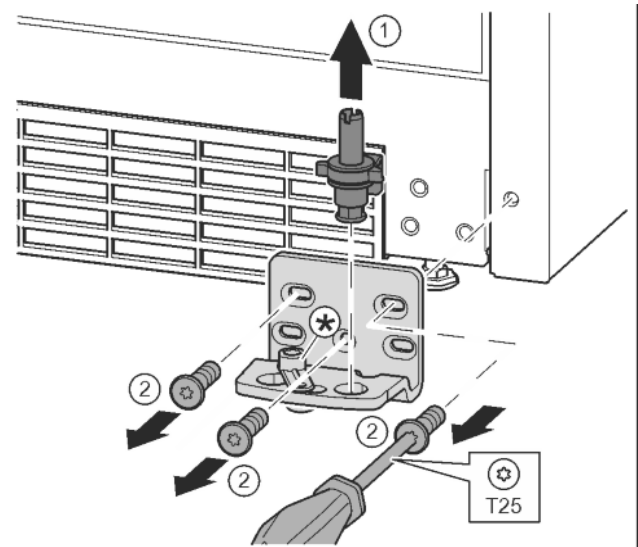

Fig. 12
- ▶ Lagerbouten compleet vanaf de bovenkant eruit trekken. Fig. 12 (1)
- ▶ Schroeven met schroevendraaier T25 eruit draaien en lagerbus eraf halen. Fig. 12 (2)